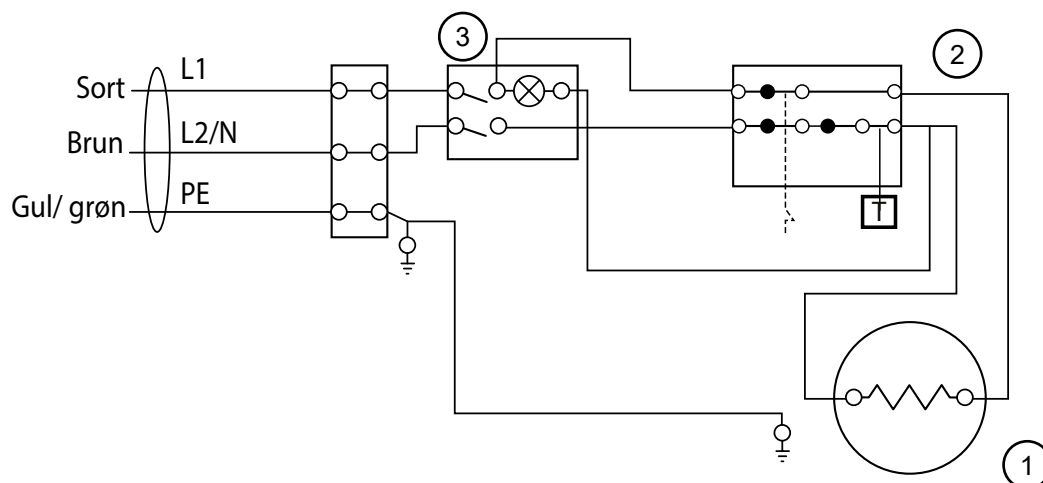
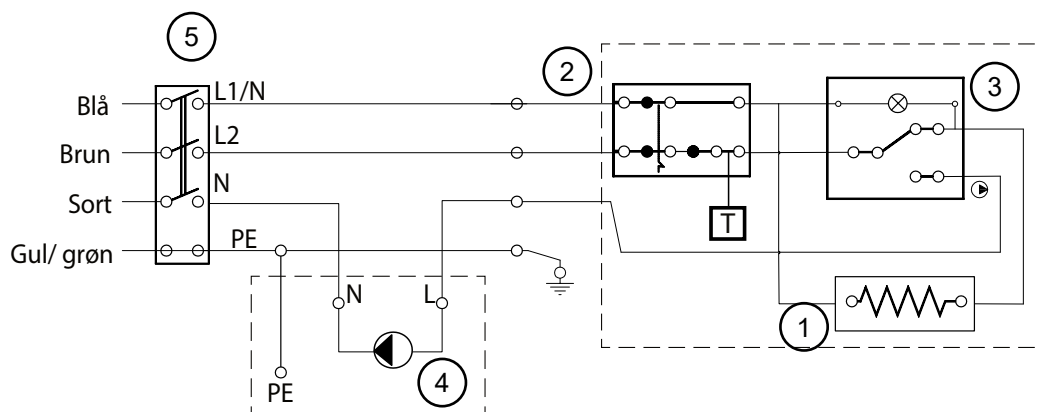

Fig. 12 EI skema for QME+.
Fig.13 Elektrisk skema for QMC+ beholderen.
QMC+ og QME+ varmere er udstyret med et keramisk varmelegeme, som afhængigt af tilslutningstype kan afgive en effekt på 1000W for 230V~ eller 3000W for 400V~ (se Fig. 12 for QME+ og Fig.13 for QMC+).
Det elektriske installationskema er vist på Fig. 12 samt Fig. 13.
**BESKRIVELSE** (vedrører Fig. 12, 13, 14):